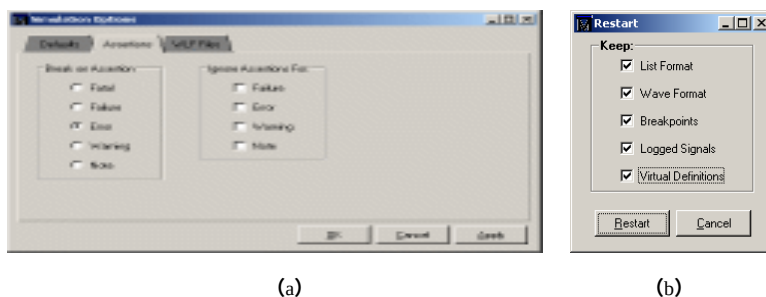
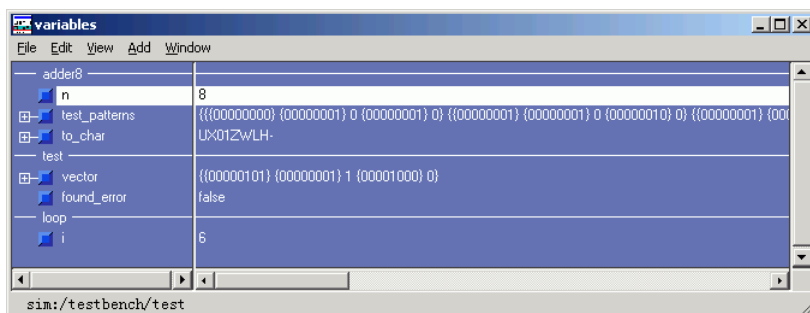

图3-52 仿真控制以及【Restart】对话框
图3-53 变量窗口调试
12. 为了找到错误所在，进行如下操作。改变仿真的断言选项，在主窗口中选择【Simulate】/【Simulation Options】命令打开【Simulation Options】对话框，如图 3-52 (a) 所示，选择【Assertions】选项卡，将【Break on Assertion】设置为【Error】，然后单击 **Apply** 按钮，这个选项将使得仿真在断言失败时停止运行，可以对引起断言失败的代码进行定位。
13. 重新运行仿真。单击主窗口或者波形窗口中的  按钮，弹出【Restart】对话框，如图 3-52 (b) 所示，单击 **Restart** 按钮，仿真重新回到起始点，在命令控制台输入 `run 1000ns` 命令重新进行仿真。
15. 此时的变量窗口显示如图 3-53 所示，可以看到其中变量“`I`”的当前值为 6，这意味着【`test_pattern`】进程在进行第 6 次迭代时出现了错误。点击【`test_pattern`】左边的“+”符号展开层次，再次点击“[6]”左边的“+”符号，可以看到其中“`.a`”的值为“00000101”；“`.b`”的值为“00000001”；“`.cin`”的值为“1”；“`.sum`”的值为“1000”；这个程序为一个 8bit 的全加器，信号 `a`、`b`、`cin` 为输入，`sum` 信号为输出，使用现在的这些值输出的 `sum` 应该为“00000111”，而在测试激励向量中 `sum` 的值为“00001000”，由此可见错误在测试向量中。为了验证这个判断是否正确，必须重新运行仿真，需要仿真器回到仿真起始点，在命令控制台中使用 `restart -f` 命令将仿真返回到起始点（在命令行使用 `-f` 选项后仿真器将不再询问直接回到起始点，不会出现图 3-52 (b) 所示的对话框）。